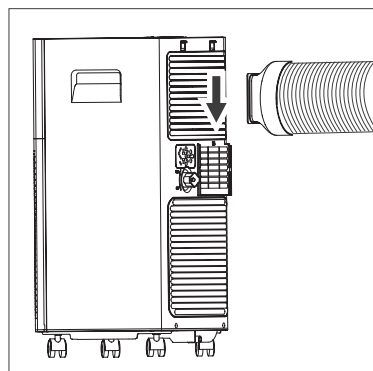

Рис. 7
2. Подключите шланг-воздуховод к прибору (рис. 7).